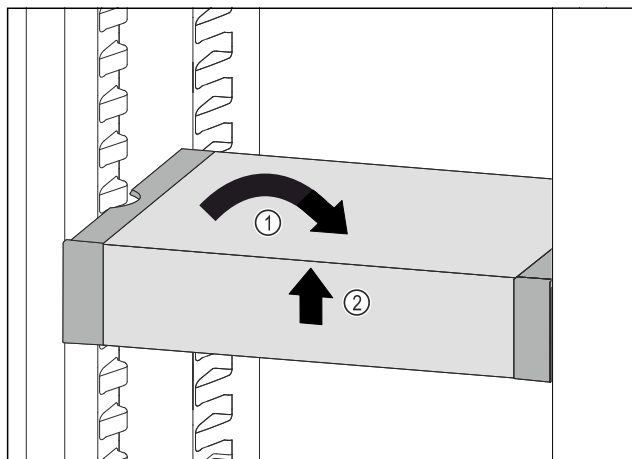

Fig. 165
- VarioSafe postavte rovně. Fig. 165 (1)
- VarioSafe vpředu zvedněte. Fig. 165 (2)